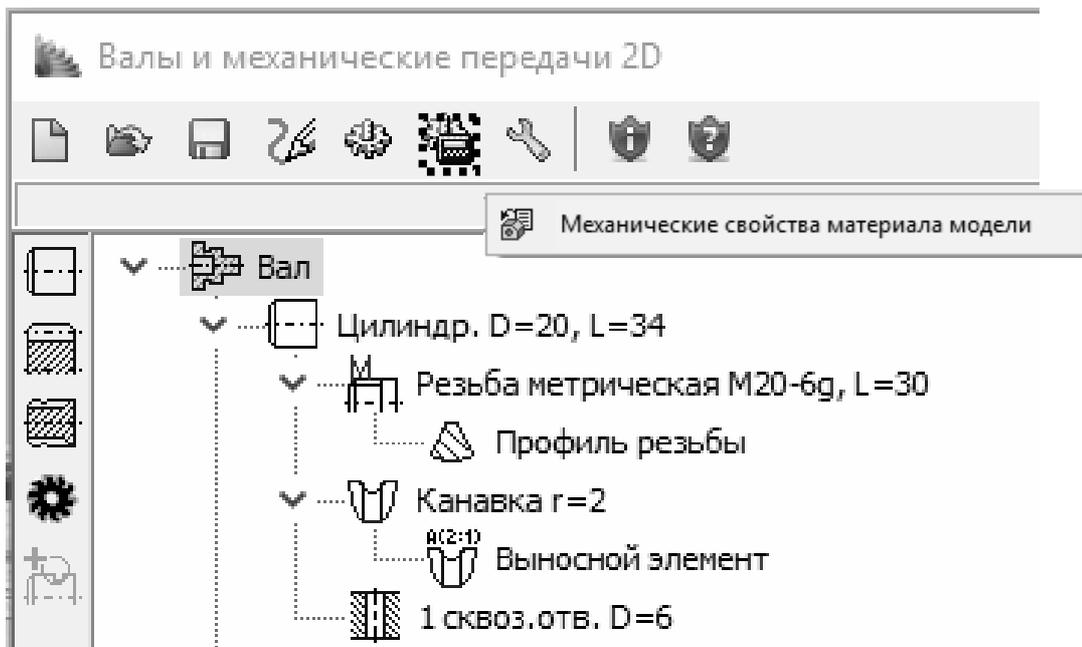

Рис. 15.22. Выбор механических свойств (материала) модели
7.1. Необходимо выбрать материал для изготовления вала. Для этого нужно применить команду «Механические свойства материала модели»  и выбрать сталь, например, «Сталь 40Х ГОСТ 4543–2016» (рис. 15.22).